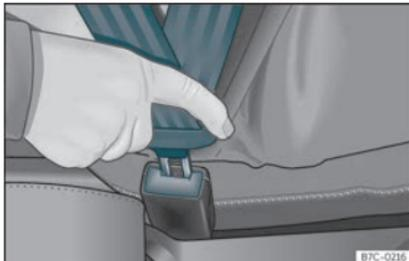

Fig. 9 Insérer la languette de la ceinture de sécurité dans son boîtier de verrouillage.
- Le pêne doit être encastré dans le boîtier de verrouillage du siège auquel il est destiné >>> fig. 9.